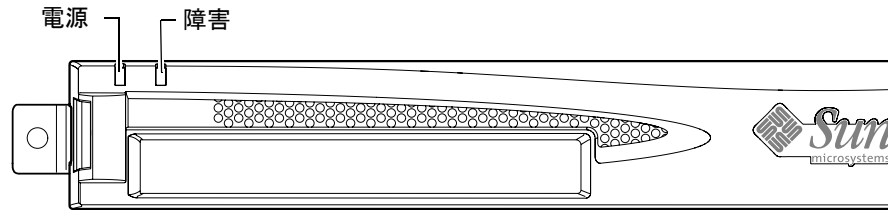

図 10-7 正面パネルの電源および障害 LED
- 電源 LED (図 10-7 を参照)
- 障害 LED (図 10-7 を参照)